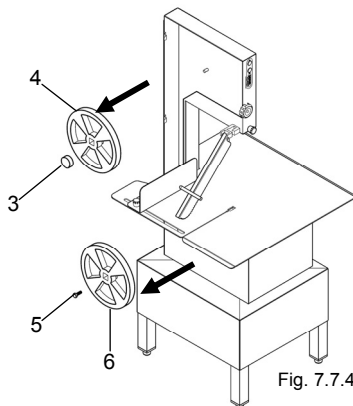

Fig. 7.7.4
- Dévisser la vis 3 en la tournant dans le sens contraire des aiguilles d'une montre, extraire la rondelle de blocage poulie 4, prendre la poulie avec les deux mains et la tirer vers soi comme indiqué sur la fig. 7.7.4; et la nettoyer en utilisant une éponge imbibée de détergent neutre pH 7.
- Dévisser la vis 5 en la tournant dans le sens contraire des aiguilles d'une montre, prendre la poulie "6" avec les deux mains et la tirer vers soi comme indiqué sur la fig. 7.7.4; et la nettoyer en utilisant une éponge imbibée de détergent pH 7.